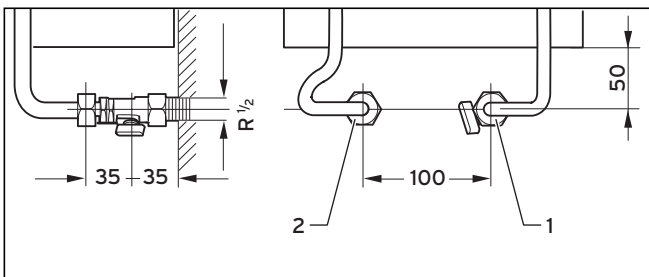

Рис. 5.7 Присоединительные размеры при скрытом монтаже
- Вложите прилагаемые уплотнения в накидные гайки патрубков холодной и горячей воды (1, 2), см. рис. 5.7.